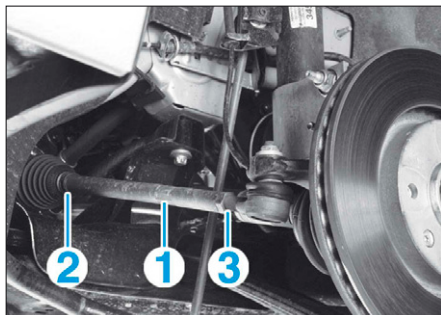

FIG. 1
Le parallélisme se règle par l'allongement ou le raccourcissement de la longueur des biellettes de direction (1), en les tournant par leur empreinte hexagonale, après avoir desserré le collier (2) et le contre-écrou (3) (Fig.1).